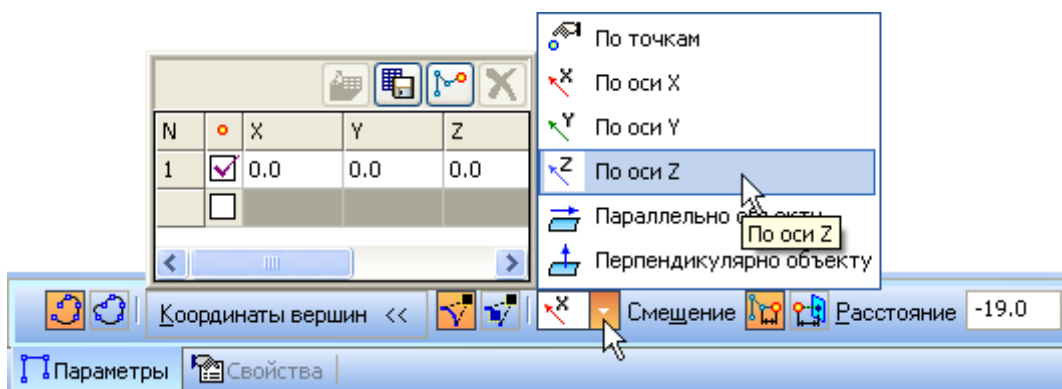

Рисунок 5.
- Чтобы выбрать координатную ось, параллельно которой будет построен первый сегмент ломаной, раскройте список Способ построения на Панели свойств и укажите По оси Z. После выбора координатной оси при перемещении курсора фантом сегмента ломаной будет строиться параллельно этой оси (рис. 5).